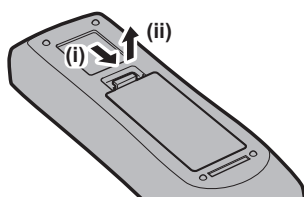

Fig. 1
- 1) Ouvrez le couvercle. (Fig. 1)